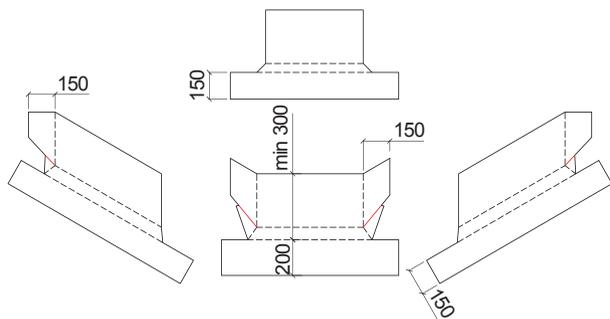

Рис. 15
1.8.3. Примыкание ската к кирпичному дымоходу выполняется с помощью выкройки из эндového ковра ICOPAL Pinta Ultra или оцинкованного металла, изготавливаемой непосредственно на месте работ. Полученные выкройки надрезаются и сгибаются, как показано на *Рис. 15*.